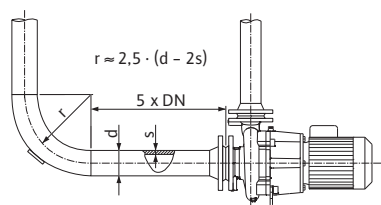

Fig. 3: Odcinek wyrównania przed i za pompą
- Przed i za pompą należy zapewnić odcinek stabilizacji strugi w postaci prostej rury. Długość odcinka stabilizacji strugi musi wynosić co najmniej  $5 \times DN$  kołnierza pompy (Patrz Fig. 3). Ma to zapobiec przepływowi kawitacyjnemu.